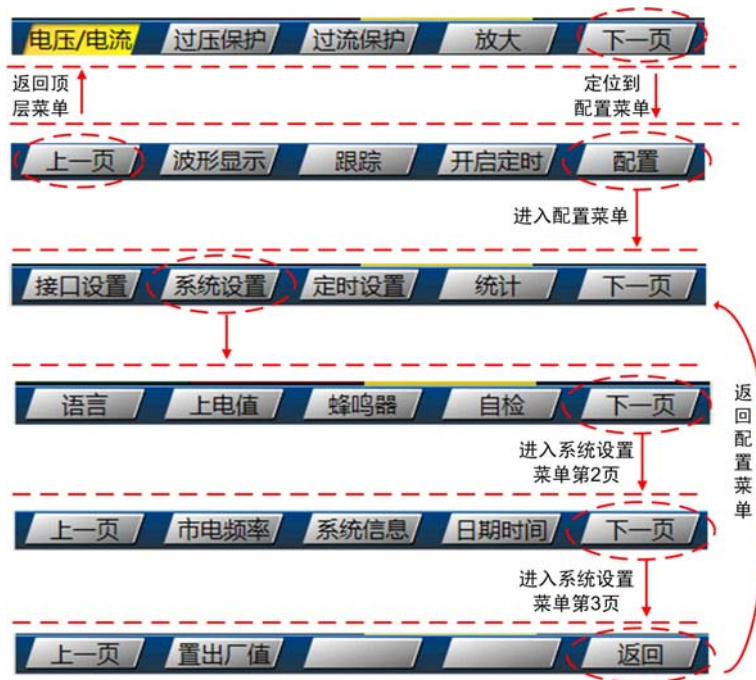
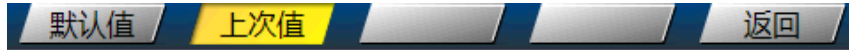
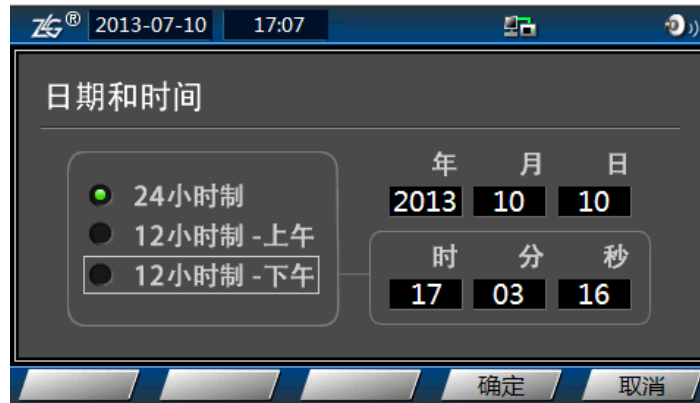
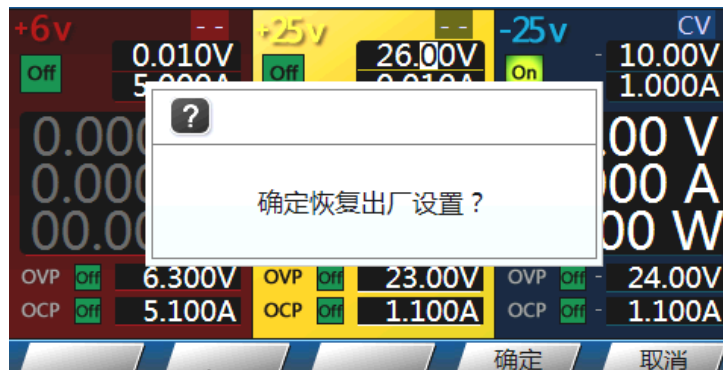

图 6.1 系统设置菜单切换
图 6.3 上电值设置
图 6.11 日期和时间设置
图 6.12 恢复出厂设置
从顶层菜单中的配置菜单进入系统设置菜单，即可设置各系统参数。如图 6.1 所示，说明了如何进入系统设置菜单以及系统设置菜单子菜单的切换。
用户可设置 DCP8325L 菜单界面的语言为中文或英文。按照如图 6.1 所示进入如图 6.2 所示的语言设置菜单，完成语言选择。
按照如图 6.1 所示进入如图 6.3 所示的上电值设置菜单，完成上电值选择。
蜂鸣器设置控制着按键声音，用户可以选择关闭蜂鸣器从而关闭按键音。按照如图 6.1 所示进入如所示的蜂鸣器设置菜单，完成设置。
- ① 按照如图 6.1 所示进入如图 6.5 所示的进入“自检”菜单。
用户可根据所在国家和地区的市电频率设置DCP8325L的市电频率为 50Hz和 60Hz，市电频率设置完成后，需要重启DCP8325L以使设置生效。按照如图 6.1 所示进入市电频率设置菜单如图 6.9 所示。
用户可查看DCP8325L的硬件信息。按照如图 6.1 所示进入系统信息菜单，查看如图 6.10 所示的系统信息。
用户可设置DCP8325L的日期和时间。按照如图 6.1 所示进入日期时间菜单，在弹出的如图 6.11 所示的对话框里编辑日期和时间。
用户可通过置出厂值操作来将仪器的设置恢复到出厂状态。按照如图 6.1 所示进入置出厂值菜单，在弹出的如图 6.12 所示的对话框里确认是否恢复出厂设置。